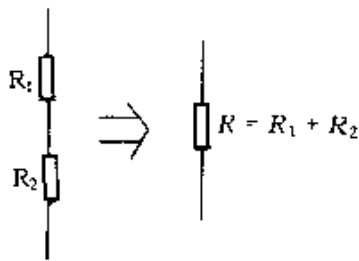
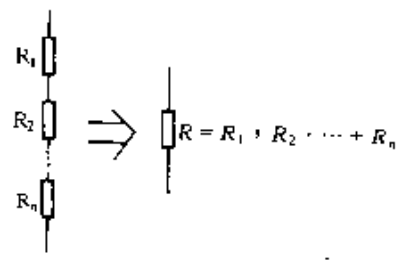

图 3-59
图 3-60
① 电阻串联可以增大总阻值。当两个电阻 R_1 、 R_2 相串联时,等效为一个电阻 R , R 的阻值等于 R_1 、 R_2 阻值的和,如图 3-59 所示。当若干个电阻 R_1 、 R_2 、 \dots 、 R_n 相串联时,也等效为一个电阻 R , R 的阻值等于相串联的所有电阻阻值的和,如图 3-60 所示。